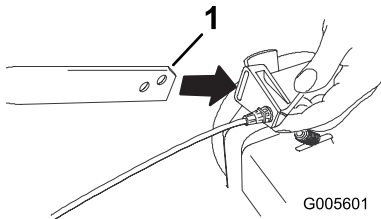

Figure 3
1. Glissez l'ancrage du câble sur l'extrémité inférieure gauche du guidon (Figure 3).